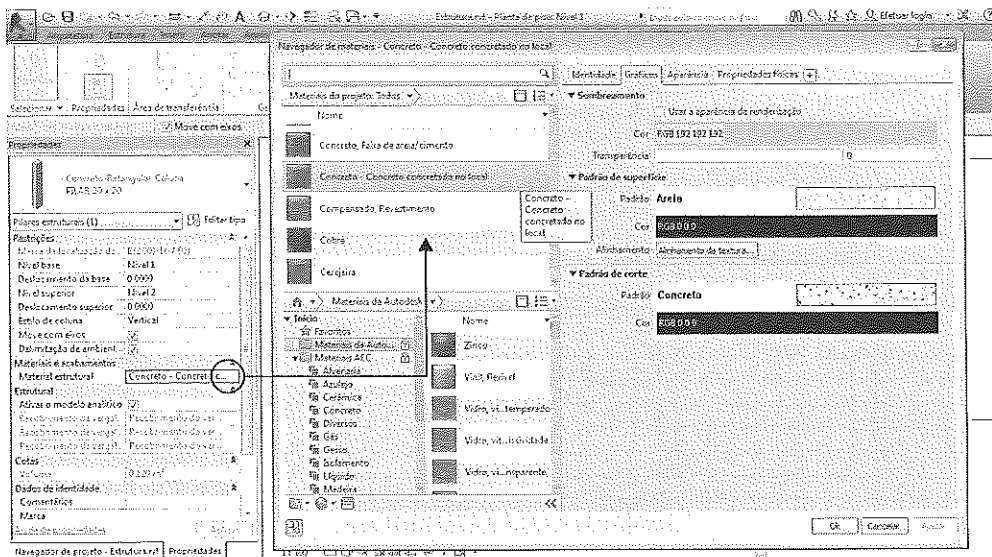

Figura 10.20 – Material do novo pilar.
- 4. Para alterar o material, clique nos três pontinhos em **Material** na janela **Propriedades**, pois nesse tipo de elemento o material é uma propriedade de instância. Na janela que se abre, configure o material selecionando **Concreto - Concreto concretado no local** e pressione **OK** para finalizar, Figura 10.20.